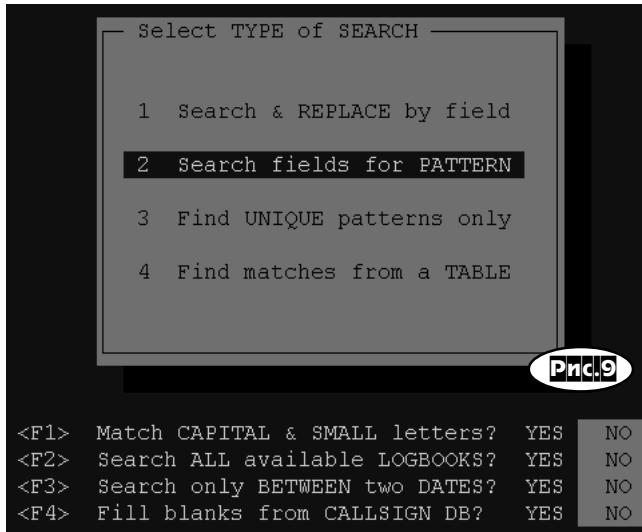

Рис.9
10. SEARCH log - Print/File/QSL option - обеспечивает поиск различной информации (полей) в аппаратном журнале с выводом на принтер, экран, в файл другого журнала или на QSL (**рис.9**).